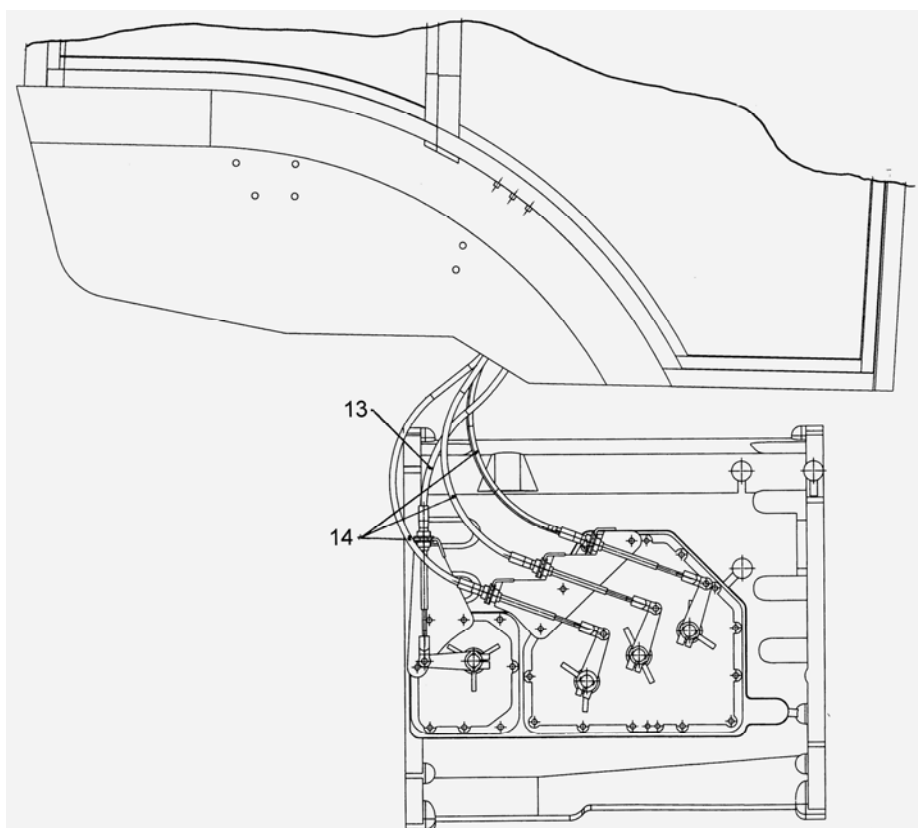

Рис.7.5
3) отсоедините трос управления ходоуменьшителем (13), (рисунок 7.5), и троса управления диапазонами (14);